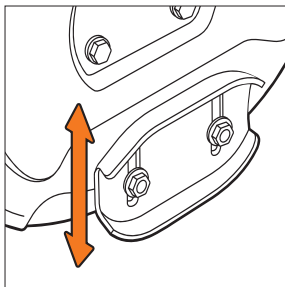

Рис. 16
- Затяните гайки с моментом 25 Н\*м. Лыжи имеют две рабочие поверхности, когда одна из сторон изнашивается переверните на её 180° (Рис. 16).